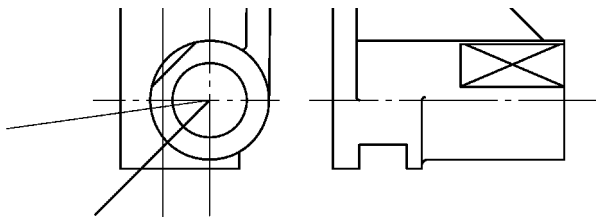

图 11-50 修剪结果
7) 通过【修剪】按钮，去除多余线，如图 11-50 所示。